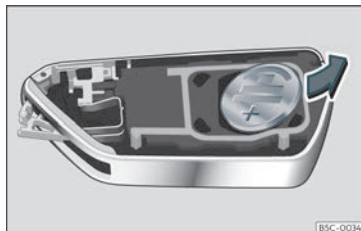

Fig. 69 Chave do veículo: extração da pilha.
- Extraia a pilha do compartimento com um objeto fino adequado»» Fig. 69.
- Coloque a pilha nova, pressionando-a no compartimento respetivo »» ①.